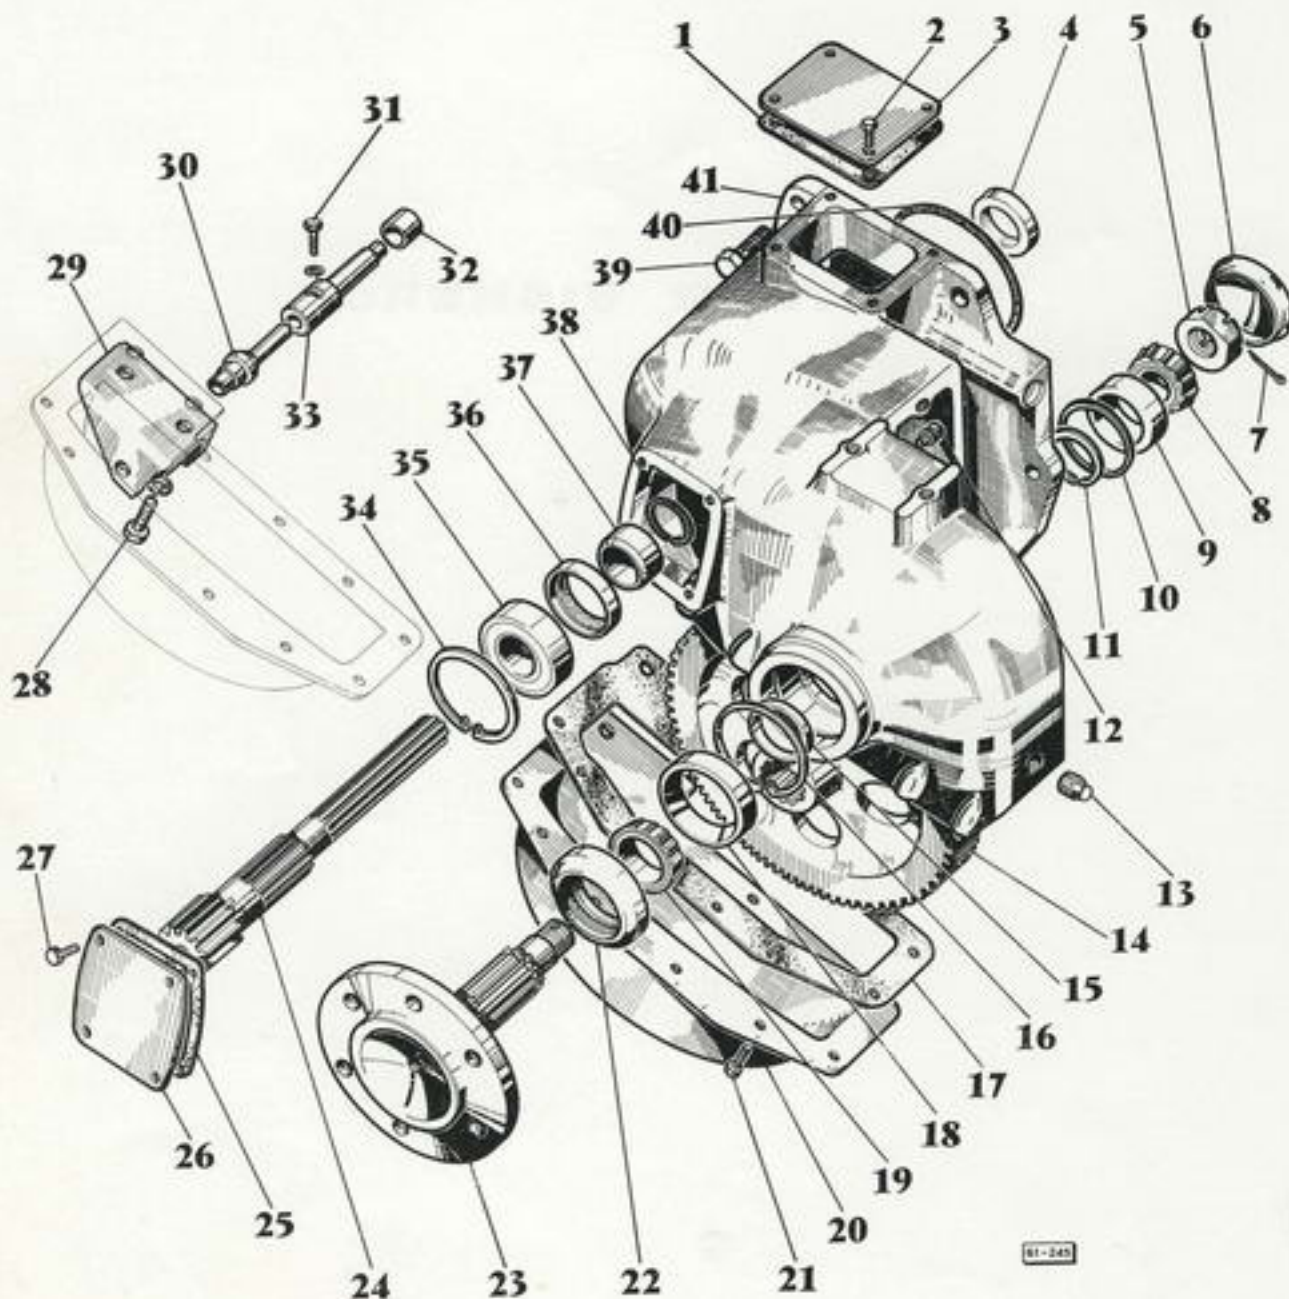
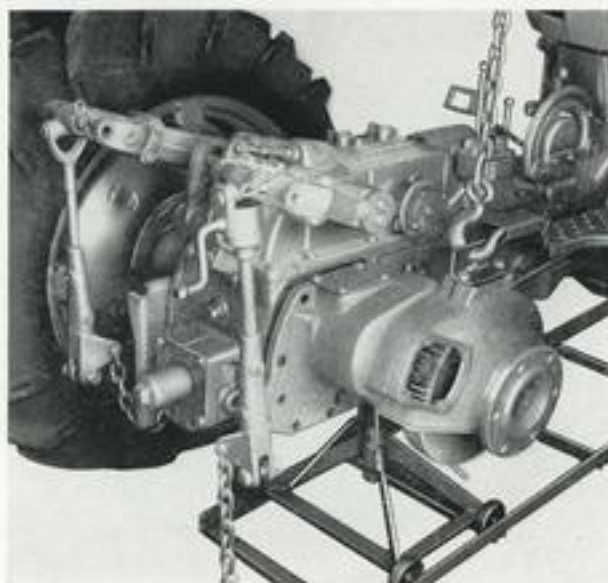
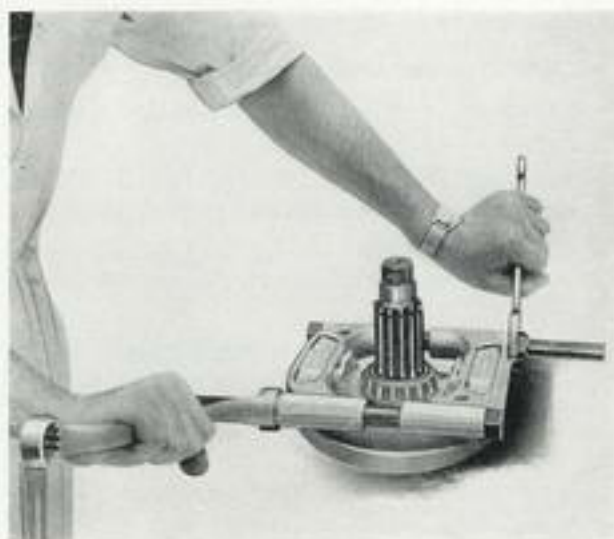
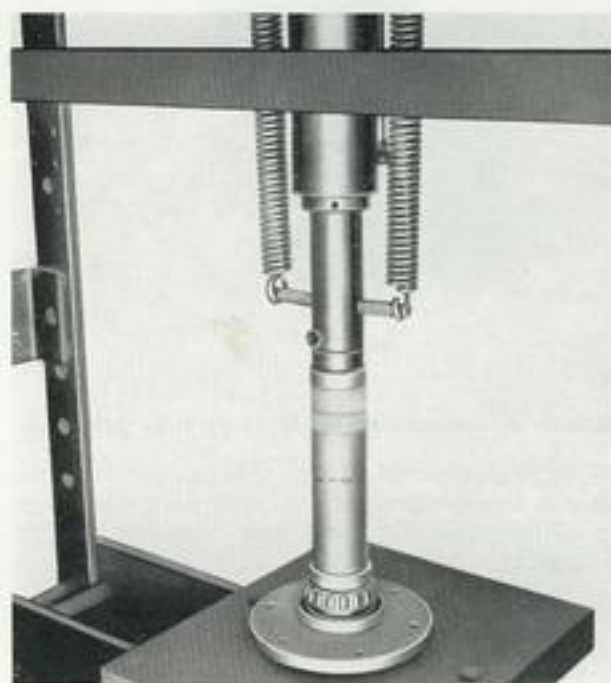

Fig. 10
Fig. 11
Fig. 13
Fig. 21
- Vidanger la boîte de vitesses (191.) et le carter de réducteur (démonter le couvercle inférieur en tôle 20, fig. 10).
- Démontar les 7 vis hexagonales de fixation (39 fig. 10). Soulager la trompette à l'aide d'un palan. Enlever les 2 écrous et dégager l'ensemble de la trompette (voir fig. 11).
- Arracher le capuchon d'obturation (6, fig. 10).
- Extraire la goupille (7, fig. 10) de l'écrou de fusée et enlever l'écrou (5, fig. 10).
- Extraire le circlip (11, fig. 10) de retenue de la couronne et le placer en dehors des cannelures.
- Extraire la fusée en utilisant l'étrier MIRO et 2 vis de fixation de la roue (voir fig. 12). Sortir la couronne (14, fig. 10), le circlip et l'entretoise (15, fig. 10).
- Décoller le roulement de fusée (19, fig. 10) en utilisant le décolleur DECOX, et arracher le roulement à la presse (voir fig. 13 et 14) et dégager le joint d'étanchéité.
- Extraire le circlip (34, fig. 10) du roulement de l'arbre d'essieu.
- Sortir l'arbre (24, fig. 10) et le roulement par l'orifice extérieur en poussant de l'intérieur. Dégager la poulie à gorge du frein.
- Extraire le circlip (38, fig. 10) de retenue de la bague (37, fig. 10).
Sortir la cuvette (9, fig. 10) en utilisant les outils service : Rondelle MIRA - Etrier MIDU - Vis-écrou MIDU (voir fig.15).
Sortir la cuvette (18, fig. 10), en utilisant les outils service : Rondelle MICU - Etrier MIDU - Vis-écrou MIDU (voir fig. 16).
- Joint intérieur de l'arbre d'essieu (4, fig. 10).
- Joint extérieur de l'arbre d'essieu (36, fig. 10).
- Monter le roulement à billes (35, fig. 10) et l'entretoise (37, fig. 10) à la presse à l'aide du manchon MIRI et du manche MIGA (voir fig. 21). Placer le circlip (38, fig. 10). (Si l'état du roulement au démontage a nécessité son remplacement.)
- Placer sur les cannelures le fourreau MICI, mettre la poulie de frein dans son alvéole et monter l'arbre (24, fig. 10). Placer le circlip (34, fig. 10) de retenue du roulement à billes.